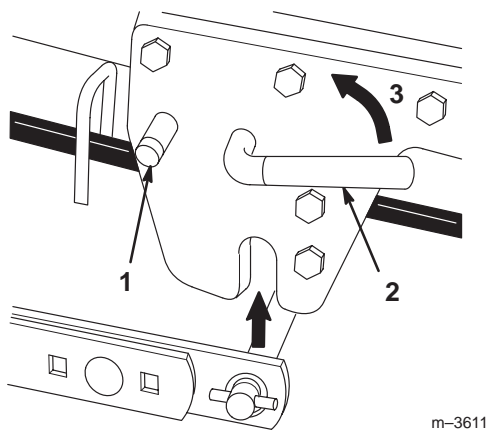

Figure 9
9. Tournez le levier du système Attach-A-Matic™ dans le sens anti-horaire pour bloquer le plateau de coupe sur le tracteur (Fig. 9).